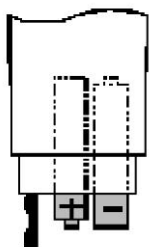

Fig. 7: Substituição das pilhas
3. Inserir no alojamento duas novas pilhas do mesmo tipo 1.5V AAA MN2400 LR03 respeitando as polaridades indicadas (consultar a Fig. 7)